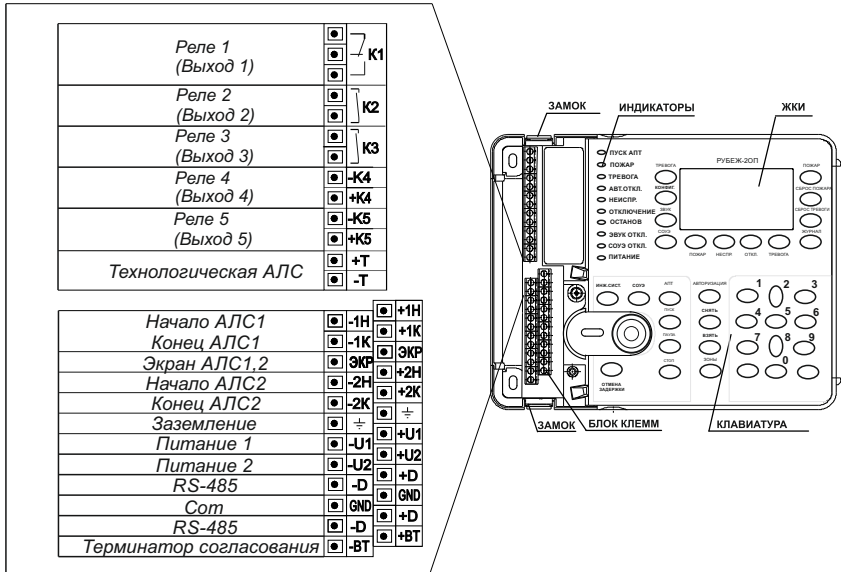

Рисунок 1 – Внешний вид прибора
1.4.4 В приборе имеется одно переключающиеся реле (Выход 1), два нормально-разомкнутых контакта (Выход 2, Выход 3) и два выхода с контролем целостности цепей (Выход 4, Выход 5) (рисунок 1). Настройка логики включения производится с помощью приложения «Администратор» ПО FireSec.